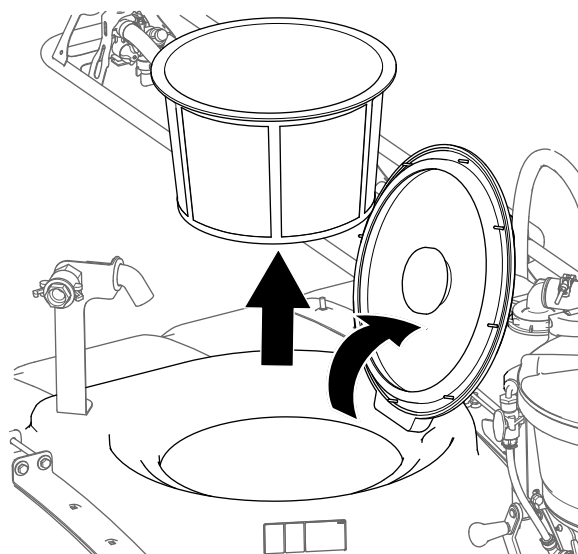

Figura 26
1. Abra la tapa del depósito de fumigación y retire el filtro (Figura 26).